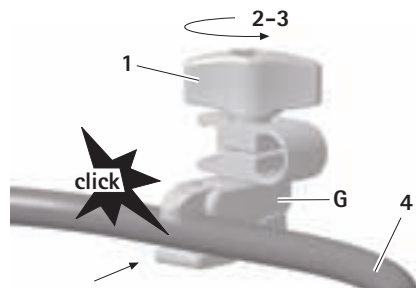

Abb. 6
- Befestigungsklemme **G** an gewünschter Position auf den Rahmen **4** (BV814R/BV815R) aufklicken, siehe Abb. 6.